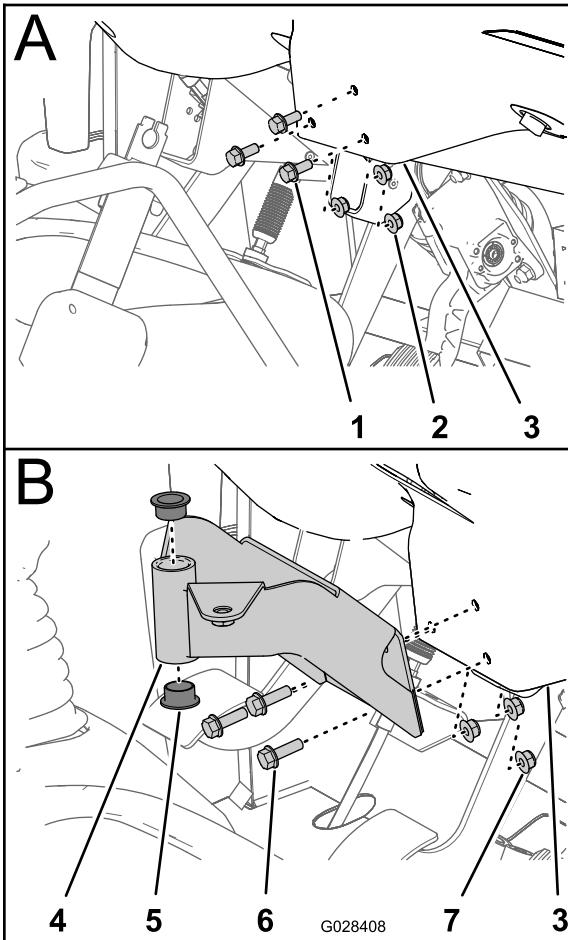

Bild 18
- Entfernen Sie die drei Schrauben und drei Muttern, mit denen das Armaturenbrett unten in der Mitte an der Armaturenbrett-Stützhalterung befestigt ist (Bild 18).
- Flüchten Sie die Löcher in der Befestigungshalterung für die Steuerkonsole mit den Löchern im Armaturenbrett und der Stützhalterung aus (Bild 18).
- Ziehen Sie die Muttern und Schrauben mit (Bild 18) an.
- Stecken Sie die zwei Kunststoffbüchsen in die Befestigungshalterung (Bild 18).